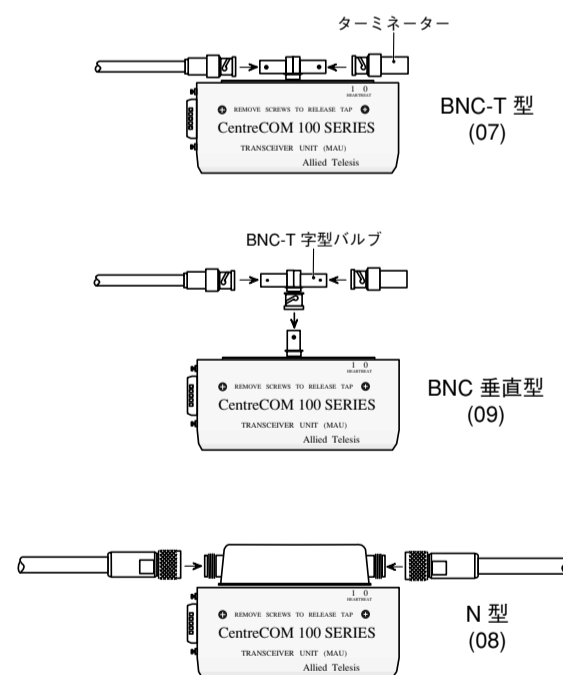

図8 その他のタップ取り付け
① タップ本体の3本のピンがタップ本体に対して直角となっていることを確認し、トランスシーバー本体を取り付けてください。トランスシーバー本体がタップ本体に簡単に取り付けられない場合、ピンが曲っていたり、斜めになっている可能性があります。その場合、無理に押し込もうとせずに、ピンを垂直に直してから取り付けてください。
② トランスシーバーの前面から固定ねじ(2本)を取り付けてください。
③ それぞれのタップの形状に適合したイーサネットメディアのケーブルを接続してください(図8)。ただし、BNC 垂直タップの場合は、別途 BNC T 字型バルブが必要です。また、10BASE2 (BNC タップ) において本トランスシーバーがケーブルの最終端に位置する場合、T 字型バルブ、T 字型タップの一方に BNC ターミネーターを取り付けなければなりません。